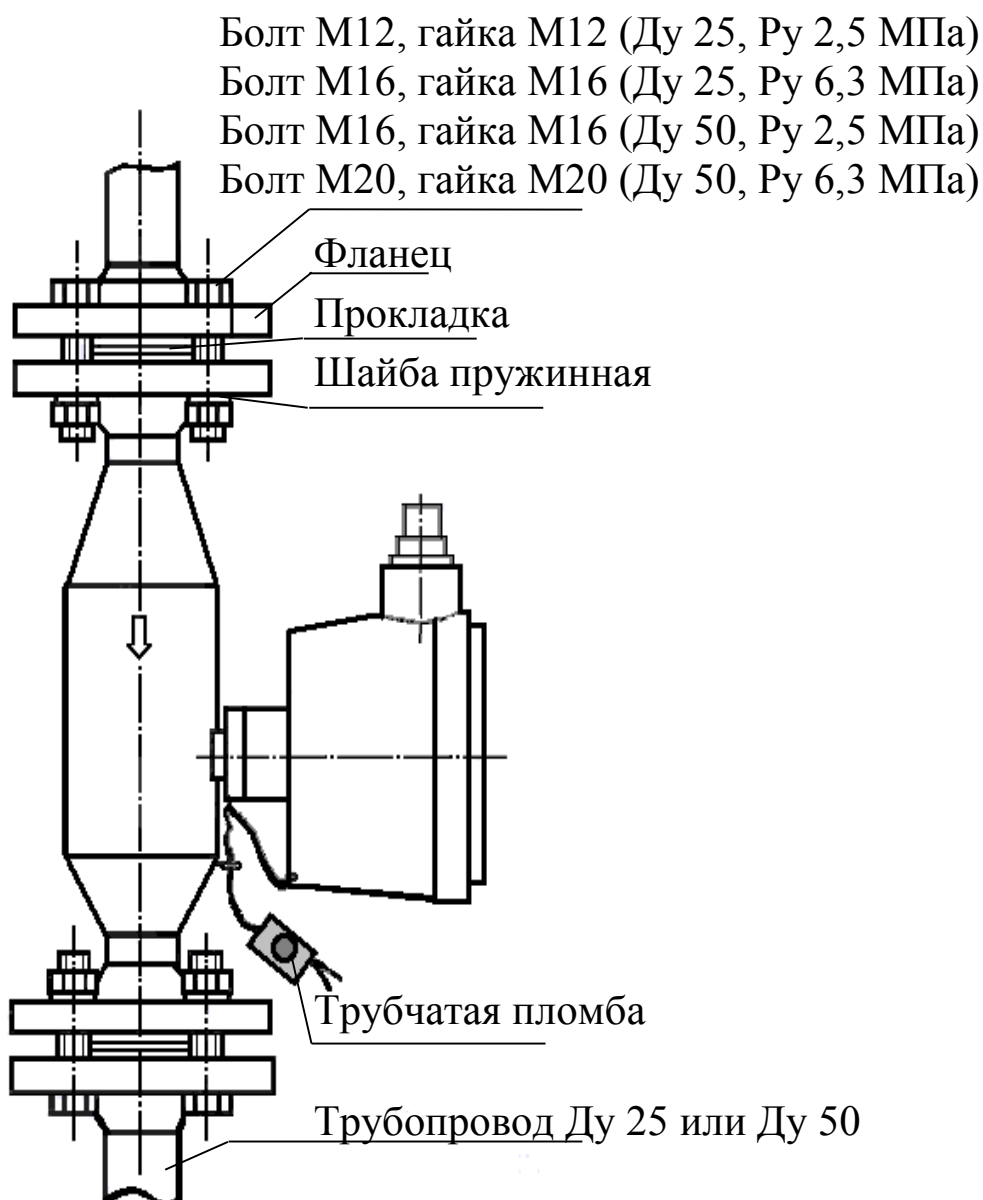

Рисунок 6
Проверить наличие маркировки на составных частях изделия путем сличения с маркировкой, указанной в АУТП.414122.006 РЭ, соответствие заводских номеров составных частей изделия заводским номерам, записанным в паспорте. Проверить наличие и целостность оттиска клейма поверителя на пломбе на корпусе изделия (см. рисунок 6).
- убедиться, что гайка, стопорящая резьбовое соединение датчика и преобразователя на плотномере, предохранена от отвинчивания проволокой и трубчатой пломбой (см. рисунок 6); проверить наличие и целостность оттиска клейма поверителя на пломбе;